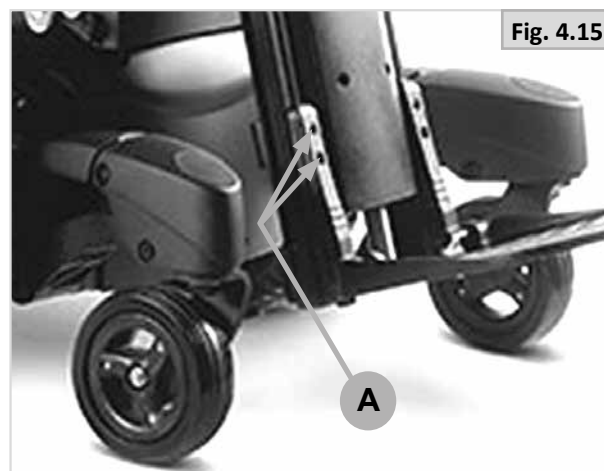

Fig. 4.15
- Maak de 2 bouten los met een 5 mm inbussleutel (A-Fig. 4.15).